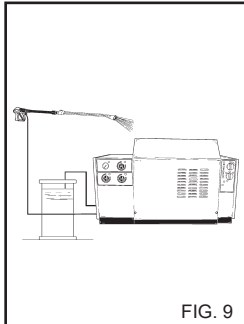

FIG. 9
3) Etter å ha brukt et vaske-middel må inntakskretsen for vaskemiddel skylles godt. Dypp sugeslangen for vaskemiddel (fig. 9) ned i et kar med rent vann og la pumpen gå i ett minutt med doseringskranen skrudd helt opp med munnstykke innstilt på spyling med vaskemiddel. Gjenta operasjonen først med velgeren for vaskemiddel i pos. "1" og deretter i pos. "2".
5) Etter at du har brukt vaskemiddel må inntakskretsløpet skylles godt. Dypp sugeslangen for vaskemiddel (fig. 9) ned i et kar med rent vann og la pumpen gå i ett minutt med doseringskranen skrudd helt opp med munnstykket innstilt på spyling med vaskemiddel.